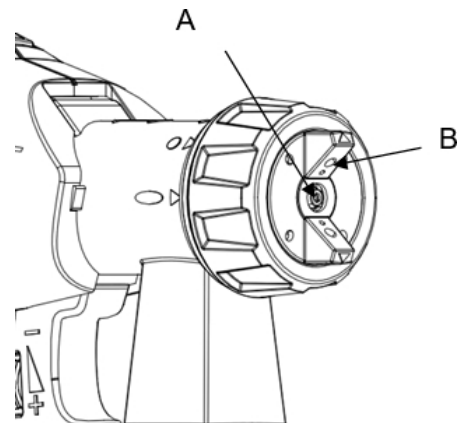

Fig. 7
● Quando il materiale di rivestimento si accumula sull'ugello (A) e sul cappello dell'aria (B) (Fig. 7), pulire entrambe le parti con un solvente o con acqua.